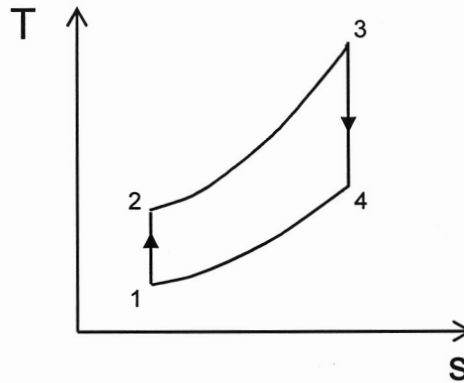

Figure 4
On donne le cycle dans le diagramme (T,s) où s est l'entropie massique de l'air en **Figure 4**.
- 7- En déduire qu'une évolution isobare se représente comme une exponentielle conformément au cycle tracé dans le diagramme (T,s) de la **Figure 4**.